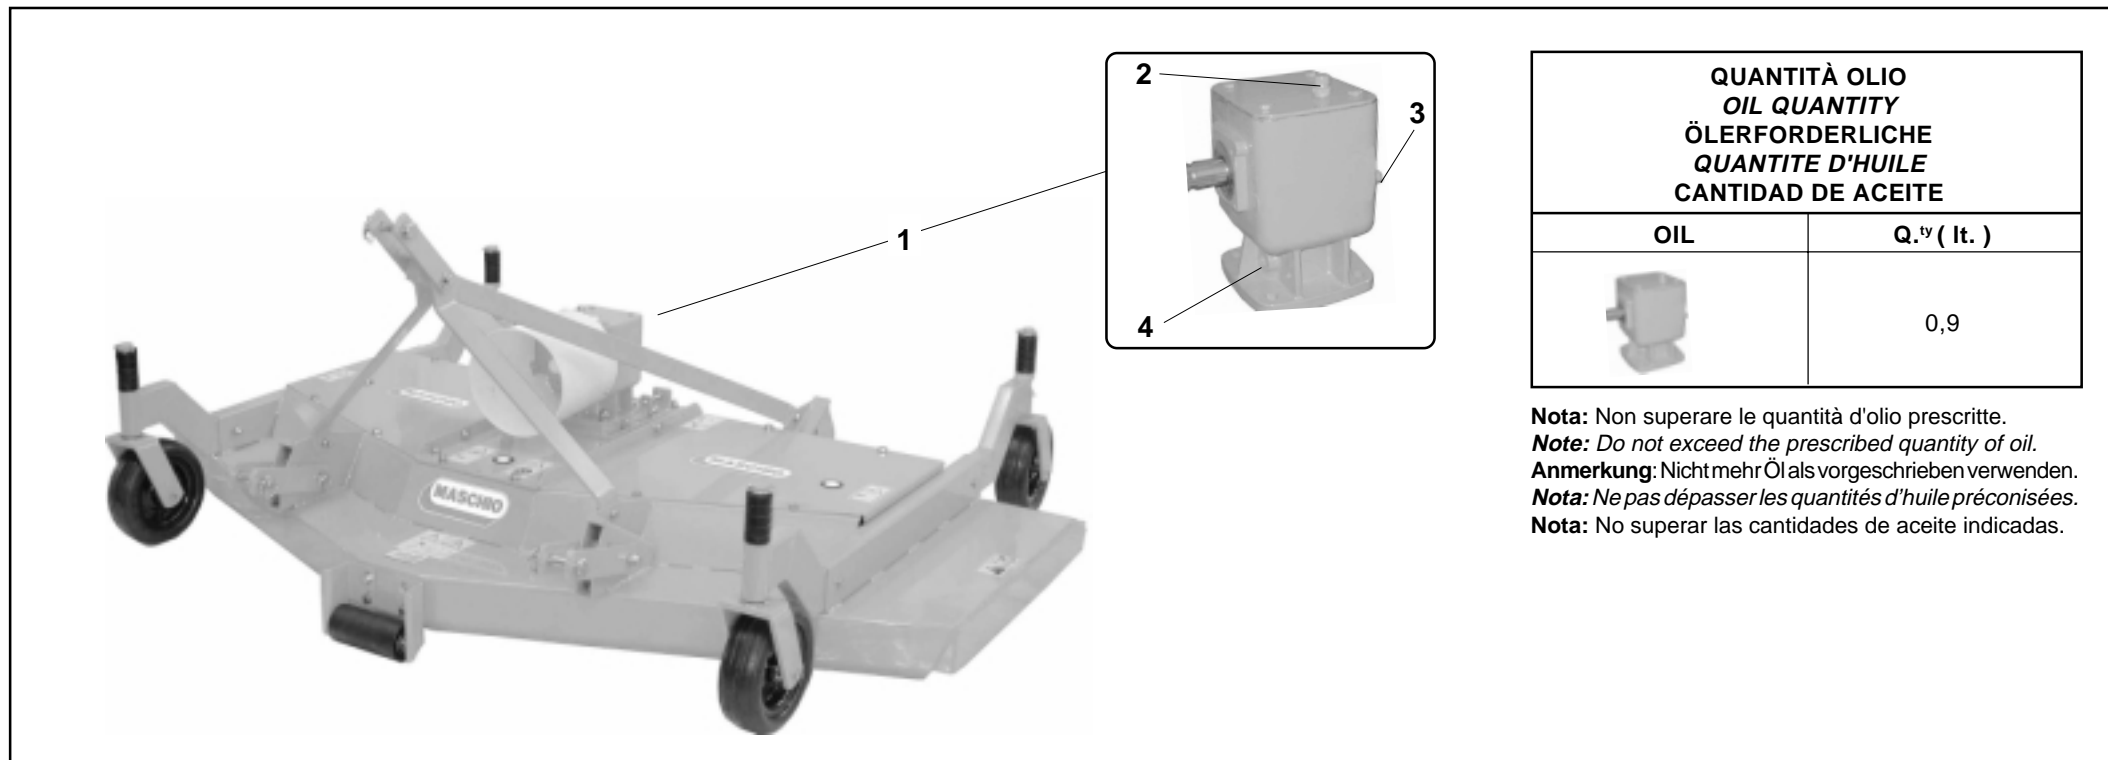

Fig. 13
- Verificare il livello olio nella scatola del gruppo ingranaggi (1 Fig. 13). Un livello corretto corrisponde al bordo inferiore del foro del tappo, posto lateralmente alla scatola. Rabboccare con olio del tipo prescritto attraverso il foro di riempimento svitando il tappo di sfiato (2 Fig. 13). Ad operazione ultimata, riavvitare il tappo di livello e il tappo di sfiato (1 Fig. 13).
- *Check the level of the oil in the gearbox (1 Fig. 13). The level is correct when it reaches the lower edge of the plug hole, at the side of the housing. Top up with oil of the prescribed type, pouring it through the fill hole after having unscrewed the vent plug (2 Fig. 13). Screw the fill plug and vent plug (1 Fig. 13) back on after this operation.*
- Den Ölstand im Getriebegehäuse prüfen (1 Abb. 13). Der Ölstand ist richtig, wenn das Öl bis zur unteren Kante der Öffnung für den Stopfen auf der Seitenwand des Gehäuses steht. Öl der vorgeschriebenen Sorte durch die Öleinfüllöffnung geben, nachdem man den Entlüftungsstopfen (2 Abb. 13) herausgedreht hat. Nach Abschluß des Vorgangs den Standstopfen und den Entlüftungsstopfen (1 Abb. 13) wieder aufschrauben.
- *Vérifiez le niveau de l'huile dans la boîte du groupe engrenages (1 Fig. 13). Le niveau est correct quand il correspond au trou du bouchon, placé latéralement à la boîte. Faites le complément avec de l'huile du type prescrit à travers l'orifice de remplissage en dévissant le bouchon d'évent (2 Fig. 13). En fin d'opération, revisser le bouchon de niveau et le bouchon d'évent (1 Fig. 13).*
- Controlar el nivel del aceite de la caja del grupo engranajes (1 Fig. 13). Un nivel correcto corresponde al borde inferior del orificio del tapón, puesto lateralmente respecto a la caja. Reabastecer con aceite del tipo indicado a través del orificio de llenado desenroscando el tapón de desfogue (2 Fig. 13). Finalizada la operación volver a enroscar el tapón de nivel y el tapón de desfogue (1 Fig. 13).
- Effettuare il cambio completo dell'olio, della scatola ingranaggi (1 Fig. 13). Tale operazione deve essere effettuata da personale specializzato in quanto la sostituzione dell'olio va effettuata previo lo smontaggio della scatola ingranaggi dal tosaerba. Riempire con olio del tipo prescritto attraverso il foro di riempimento svitando il tappo di sfiato (2 Fig. 13).
- *Completely change the oil in the gear-box (1 Fig. 13). This operation must be carried out by specialized personnel since the gear-box must be demounted from the grass mower in order to change the oil. Fill with oil of the prescribed type, pouring it through the fill hole after having unscrewed the vent plug (2 Fig. 13).*
- Den Ölwechsel im Getriebegehäuse vornehmen (1 Abb. 13). Dieser Vorgang muß durch spezialisiertes Personal vorgenommen werden, weil zum Durchführen des Ölwechsels das Getriebegehäuse des Sicheljäähers auszubauen ist. Das Getriebegehäuse danach mit Öl der vorgeschriebenen Sorte durch die Öleinfüllöffnung füllen, nachdem man den Entlüftungsstopfen (2 Abb. 13) herausgedreht hat.
- *Effectuer la vidange complète de l'huile de la boîte à engrenages (1 Fig. 13). Cette opération doit être exécutée par du personnel spécialisé car la vidange de l'huile doit être faite en démontant la boîte à engrenages de la faucheuse. Faites le complément avec de l'huile du type prescrit à travers l'orifice de remplissage en dévissant le bouchon d'évent (2 Fig. 13).*
- Efectuar el cambio completo del aceite, de la caja engranajes (1 Fig. 13). Dicha operación debe ser encomendada a personal especializado ya que la sustitución del aceite implica el desmontaje previo de la caja engranajes de la segadora de césped. Llenar con aceite del tipo indicado a través del orificio de llenado desenroscando el tapón de desfogue (2 Fig. 13).